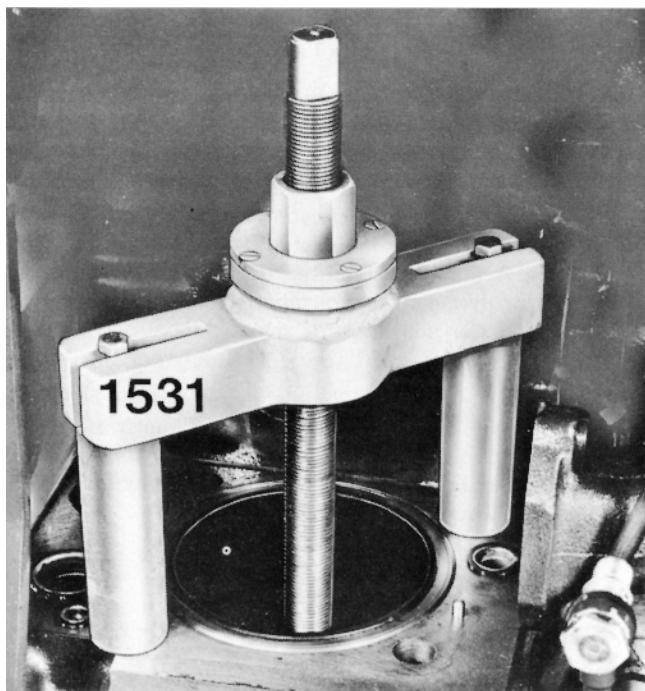

Fig. 52. Demontering av cylinderfoder
3. Demontera cylinderfodren med avdragare 1531 samt avdragarplatta 2089 för 100-serien, resp. 2955 för 120-serien (se fig. 52).